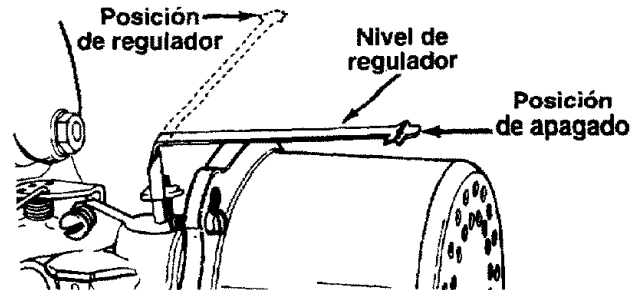

FIGURA 13.
- Mueva la palanca de control del acelerador a la posición OFF (APAGADO). Vea la figura 13.